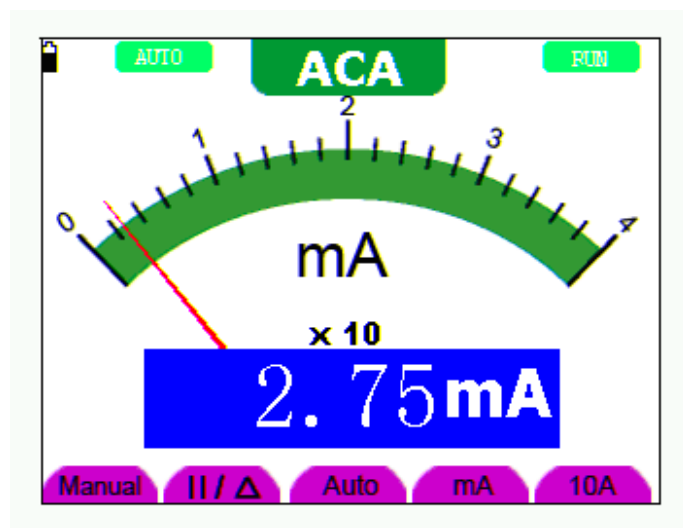

图 29：交流电流测量界面
4. 将红色和黑色表笔连接到被测点。屏幕将显示被测点的交流电流值。见图 29: